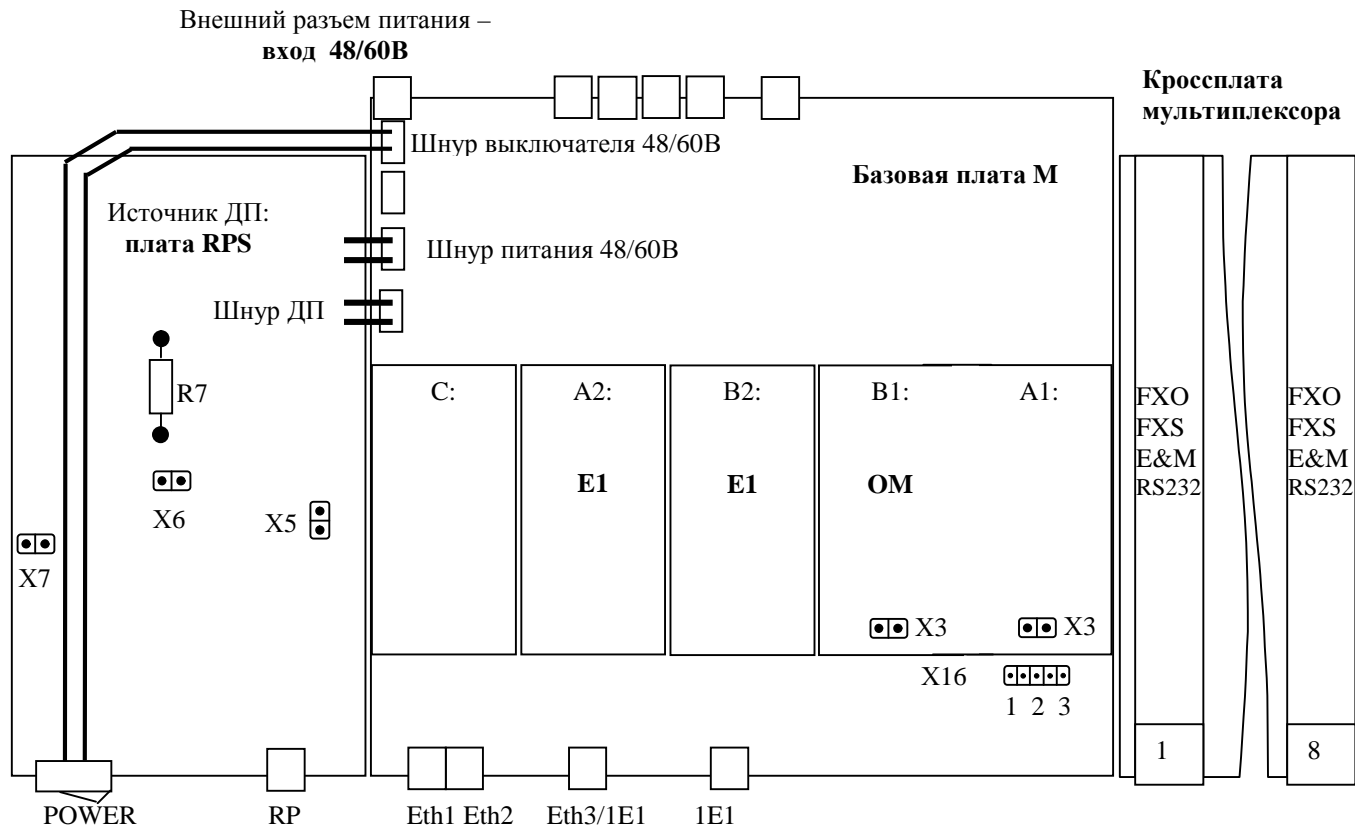

Рис. 8. Схема расположения узлов модем-мультиплексора MC04- dsIF*-xxx-RPS.
- для исполнения платы RPS без штыревых контактов X7 (см. рис. 8) резистор запаян непосредственно на контакты кнопки;
- для исполнения платы RPS с штыревыми контактами X7 (см. рис. 8) – установкой на них джампера (резистор установлен на плате RPS и джампером коммутируется на кнопку).
Установка номинального напряжения ДП производится замыканием/размыканием контактов X5, X6 (см. рис. 8): для напряжения 300 В снять джампер с X6 и установить на X5, для напряжения 210 В снять джампер с X5 и установить на X6.